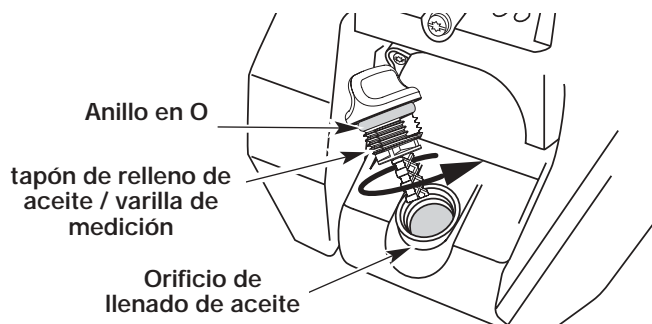

Fig. 32
6. Si el nivel está bajo, agregue una pequeña cantidad de aceite en el orificio de llenado de aceite y vuelva a medir (Fig. 32). Repita hasta que el nivel de aceite llegue hasta la parte superior de la varilla de medición.
NOTA: Verifique que el anillo en O esté en su lugar en el tapón de relleno de aceite / varilla de medición cuando mida y cambie el aceite (Fig. 32).